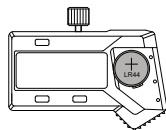

Abb.2
---Legen Sie die LR44-Batterie in das Batteriefach ein, die positive Seite der Batterie (+) sollte nach außen zeigen (Abb. 2).